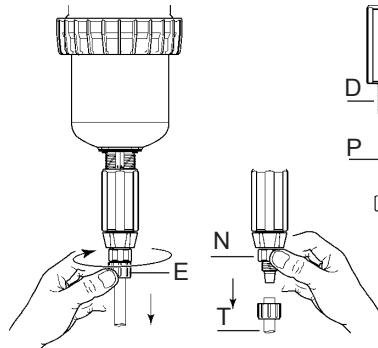

Fig. 16
- Svitare il dado (**Fig. 16-E**) e rimuovere il tubo di aspirazione (**Fig. 17-T**).